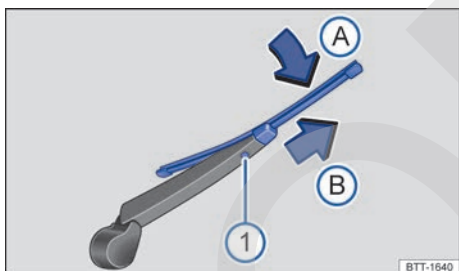

Fig. 227 Passat Variant: cambio de la escobilla limpiacristales de la luneta.
- Mantenga pulsada la tecla de desbloqueo → fig. 227 ①.
- Doble la escobilla en dirección al brazo del limpiacristales → fig. 227 (flecha (A)) y tire al mismo tiempo en el sentido de la flecha (B). Es probable que tenga que emplear bastante fuerza.
- Inserte una escobilla nueva de la **misma longitud y tipo** en el brazo del limpiacristales en el sentido contrario al de la flecha → fig. 227 (B) hasta que encastre. Para ello la escobilla debe estar doblada → fig. 227 (flecha A).